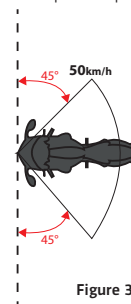

Figure 3
Le système Tech-Air® 10 est censé se gonfler et protéger avant que le corps de l'utilisateur n'entre en contact avec un obstacle, lors de collisions où une moto heurte un véhicule ou un obstacle (figure 3) dans les conditions suivantes :
Angle d'impact (Fig 3)	De 45° à 135°
**IMPORTANT!** La Figure 3 décrit l'enveloppe de protection aux endroits où le système Tech-Air® 10 devrait se gonfler avant que le corps de l'utilisateur n'entre en contact avec un obstacle. À des vitesses supérieures à 50 km/h (31 mph) ou en dehors de l'angle indiqué, le système devrait également se déployer. En revanche, à l'extérieur de l'enveloppe de protection, il se peut que le système ne soit pas entièrement gonflé avant le contact entre l'obstacle et l'utilisateur.